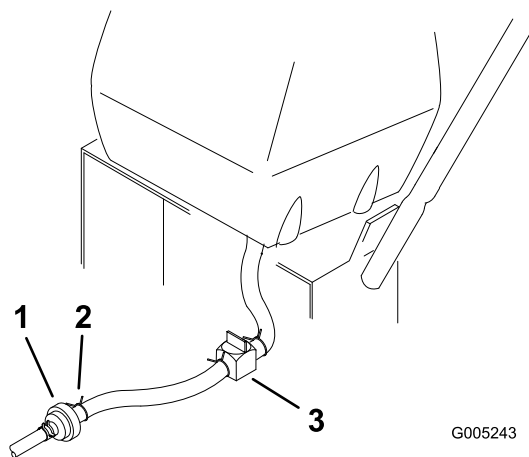

Figure 27
2. Fermez le robinet d'arrivée de carburant sur le réservoir (Figure 27).
3. Pincez les extrémités du collier de fixation et poussez le collier en haut de la conduite d'alimentation, à l'opposé du filtre à carburant (Figure 27).
4. Débranchez la conduite d'alimentation du filtre à carburant (Figure 27). Ouvrez le robinet d'arrivée de carburant et laissez l'essence s'écouler dans un bidon ou un bac de vidange.